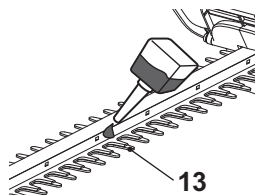

Fig. 13
11. Lubrique las superficies internas de la cuchilla si el dispositivo de corte (cuchilla) (13) se sobrecalienta durante el funcionamiento (Fig. 13).
1. Mantenga el dispositivo de corte (cuchilla) (13) limpio y libre de residuos. Retire los recortes con un cepillo.
2. Aplique una pequeña cantidad de lubricante adecuado en el dispositivo de corte (cuchilla) para mantener un buen rendimiento de corte (Fig. 13).